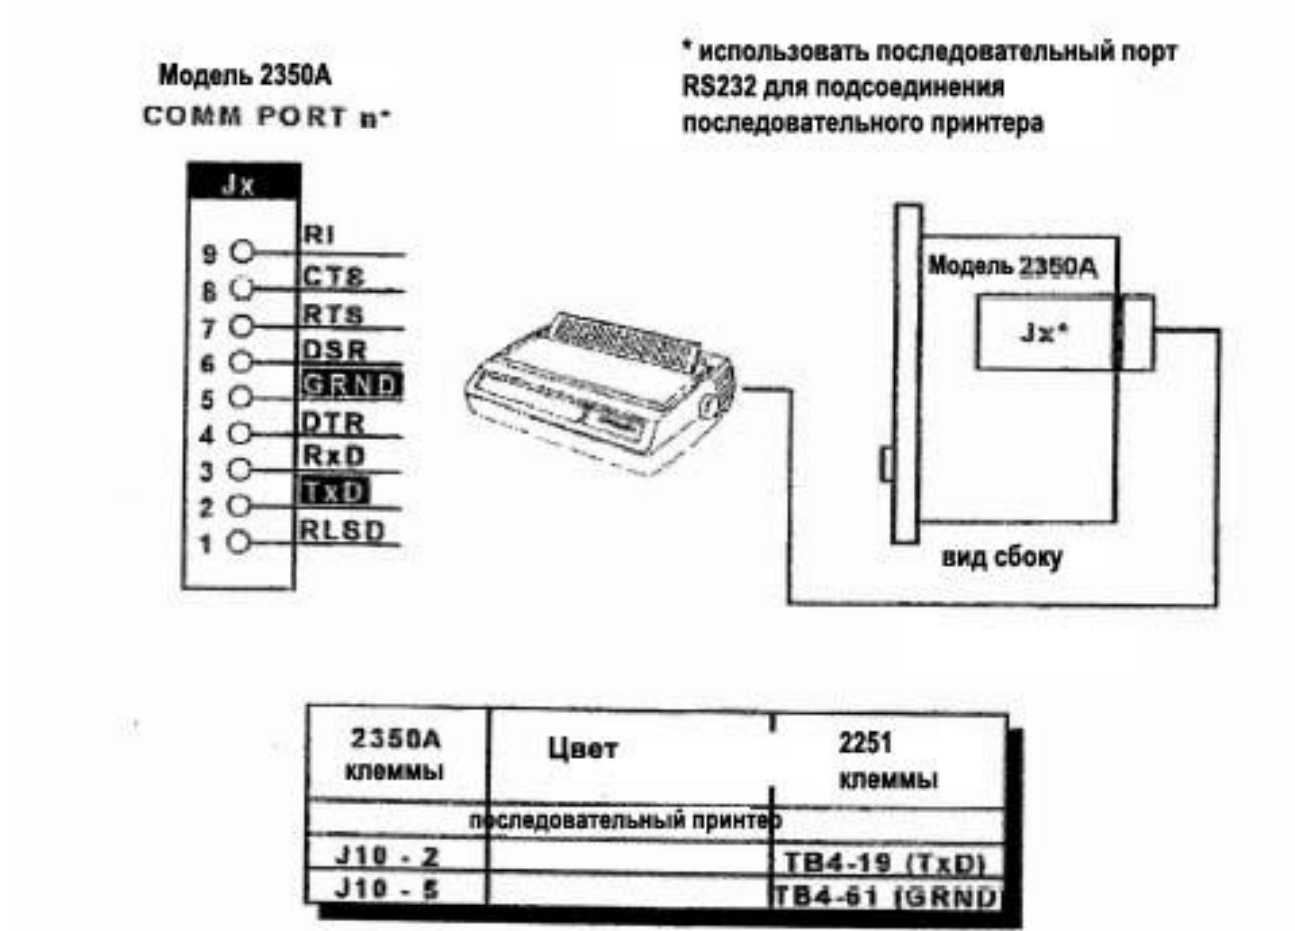
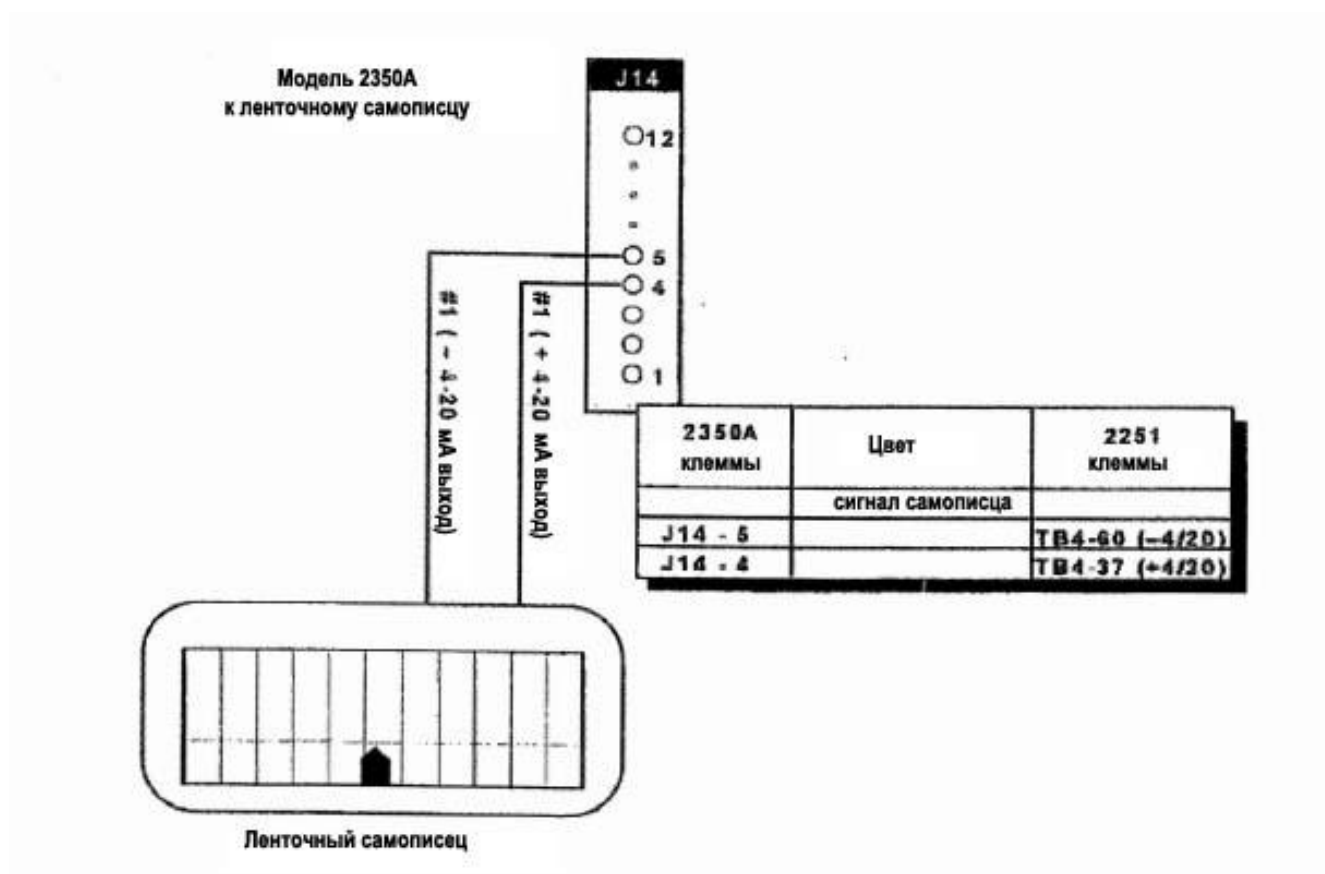

Рисунок F-2. Руководство по монтажу при замене последовательного принтера
Рисунок F-3. Руководство по монтажу при замене ленточного самописца
- (2) Определить местонахождение кабеля, который проходит от контроллера 2251 к последовательному принтеру (если к контроллеру подсоединен последовательный принтер). На клеммах кабеля на контроллере 2251 сделать отметку каждого отдельного соединения провода и цвета провода.
- (а) Отметить цвета каждого из проводов последовательного принтера, заполнив таблицу цветов в руководстве по монтажу для подсоединения последовательного принтера (смотри рисунок F-2 "Руководство по монтажу при замене последовательного принтера"). И этот шаг очень важен. Точно заполнить таблицу цветов, не удаляя в это время ни одного провода.
- (3) Определить местонахождение кабеля, который проходит от контроллера 2251 к ленточному самописцу (если к контроллеру подсоединен ленточный самописец). На клеммах кабеля на контроллере 2251 сделать отметку каждого отдельного соединения провода и цвета провода.
- (а) Отметить цвета каждого из проводов ленточного самописца, заполнив таблицу цветов в руководстве по монтажу для подсоединения (смотри рисунок F-3 "Руководство по монтажу при замене ленточного самописца"). И этот шаг очень важен. Точно заполнить таблицу цветов, не удаляя в это время ни одного провода.